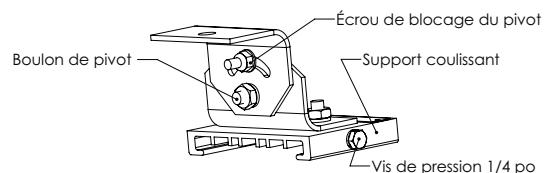

Figure 5. Détails du montage pivotant
- Serrer à fond les deux (2) vis de pression de 1/4 po sur chaque support coulissant (voir la figure 5). Visser au couple de 78 po-lb (8,8 N.m.).
- Régler la position du luminaire selon l'angle souhaité, puis serrer les deux (2) boulons de pivot de 5/16 po. Visser à un couple de 138 po-lb (15,6 N.m.).
- Serrer les deux (2) écrous de blocage du pivot de 1/4 po au support de réglage de 78 po-lb (8,8 N.m.).